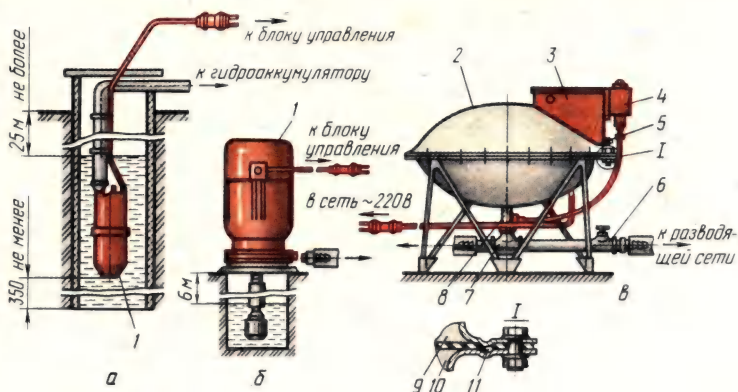

Рис. 16. Водоподъемная установка:
**Водоподъемные установки.** При надежном электроснабжении, используя установки модели ВУ-1,5-19 и ВУ-45 (рис. 16), можно полностью автоматизировать систему водоснабжения потребителей с суточным водопотреблением до 10 м3. В комплект установки ВУ-1,5-19 входит насос «Агидель», а в комплект установки ВУ-45 — вибрационный насос «Малыш». Основные технические данные водоподъемных установок приведены в таблице 17.